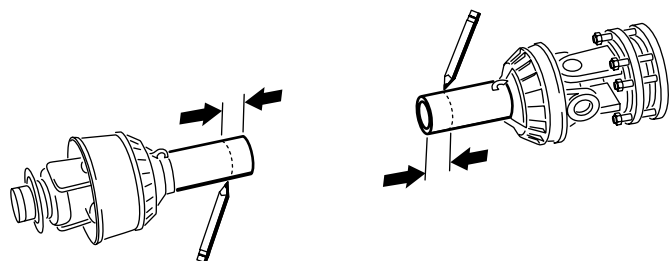
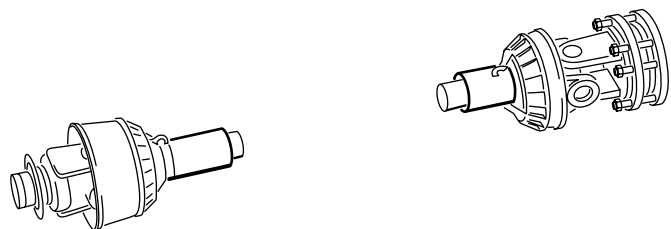

図 20
図 21
14. 手順 11 で決定した寸法を使って、安全シールドのみを切断し、各シャフト部分が露出するようにする図 20と図 21。